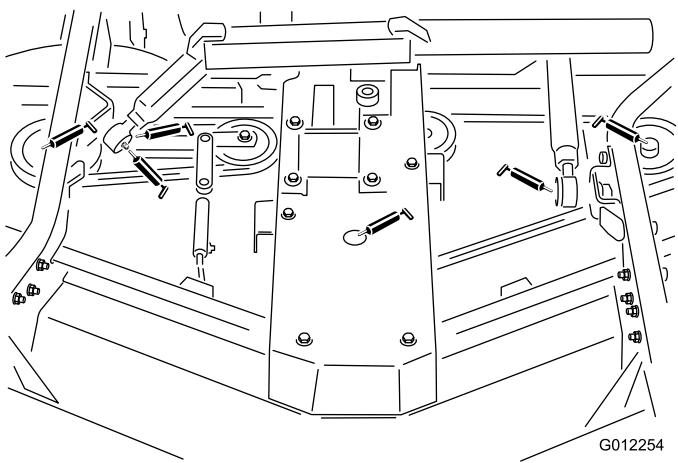

図 17
- ブレードスピンドルのベアリング（図 17）
- アイドラーームのピボット（図 17）
- 左右のブッシュアームのボールジョイント（図 17）